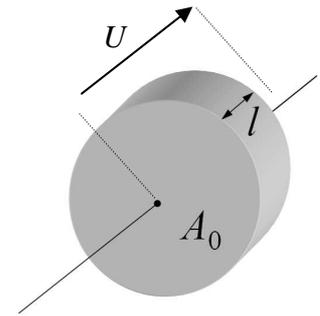

Bild 1
a) An den NTC-Widerstand mit zylindrischer Scheibengeometrie (Bild 1) werde eine konstante Gleichspannung U angelegt. Hierdurch erwärme sich der NTC und erreiche im thermischen Gleichgewicht eine Endtemperatur von $T_1 = 125 \text{ }^\circ\text{C}$.